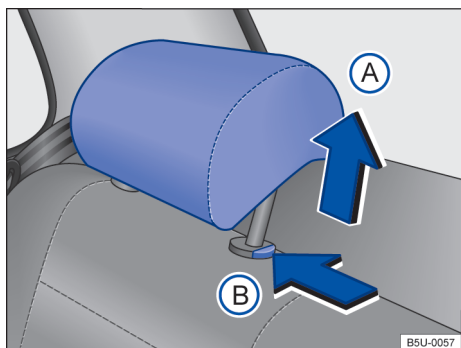

Fig. 64 Ajustar o apoio para cabeça traseiro.
- Empurrar o apoio para cabeça para cima na direção da seta → Fig. 64 (A) ou com o botão → Fig. 64 (B) pressionado, empurrar para baixo → ⚠ em *Introdução ao tema* na página 73.